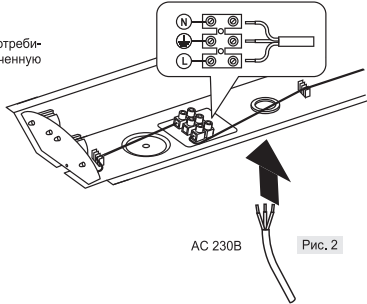

Рис. 3
- Соедините подготовленные концы проводов к позициям L, N, и в клеммном зажиме, затяните винты (Рис.3).